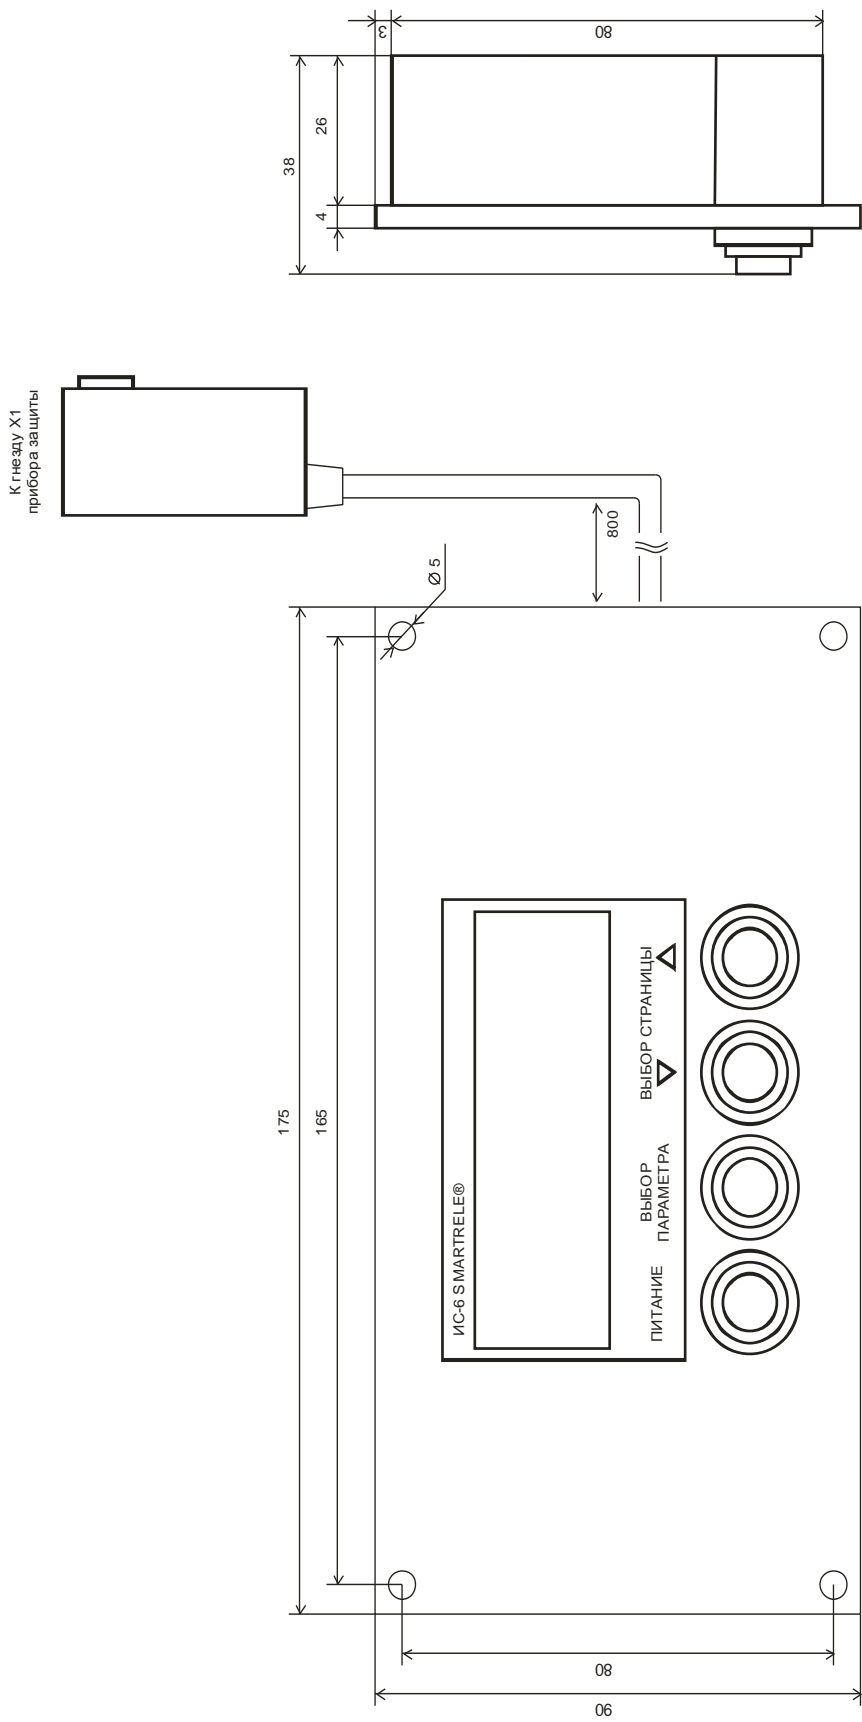

Рисунок 4 – Внешний вид и схема подключения индикатора сигнального ИС6
2.7 Модуль ИС6 (Индикатор сигнальный ИС6) (рис.4) представляет собой панель с расположенными на ней дисплеем и кнопками управления. Модуль обеспечивает, программирование и считывание информации прибора защиты. Модуль предназначен для установки на электрический щит (шкаф, место оператора).